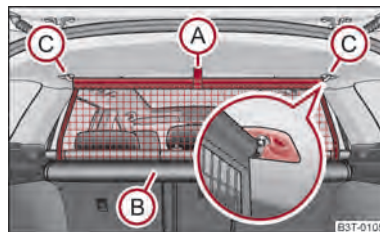

Abb. 82 Gepäcknetztrennwand herausziehen
- Ziehen Sie die Netztrennwand an der Lasche (A) ⇒ Abb. 82 aus dem Gehäuse (B) in Richtung der Halterungen (C).
- Setzen Sie die Querstange in eine der Aufnahmen (C) ein und drücken die Querstange nach vorn.
- Auf gleiche Weise befestigen Sie die Querstange an der anderen Fahrzeugseite, Aufnahme (C).
- Ziehen Sie die Querstange erst auf der einen, dann auf der anderen Seite etwas nach hinten und nehmen die Querstange aus den Aufnahmen (C) ⇒ Abb. 82.
- Halten Sie die Querstange so, dass die Netztrennwand in das Gehäuse (B) langsam und ohne Beschädigung aufrollen kann.